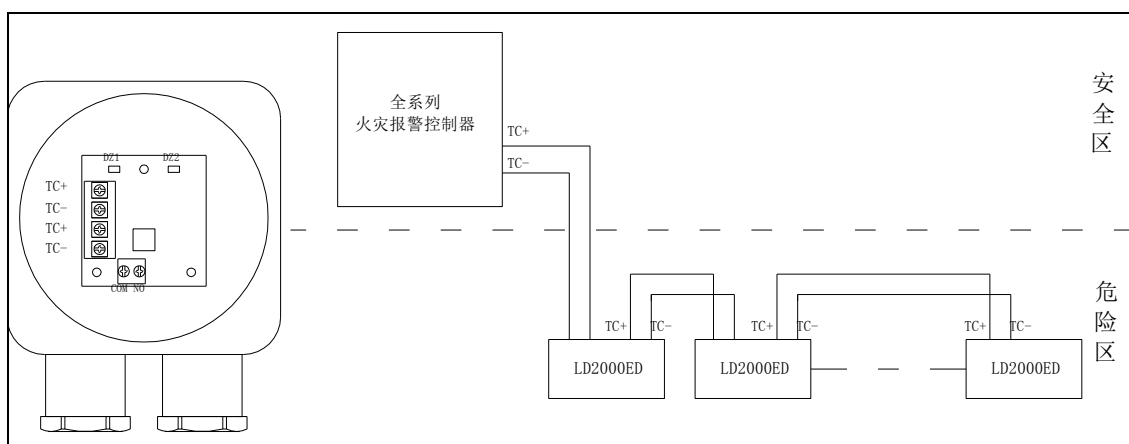

图 4-3 接线方式示意图
- 3) 将电缆从后壳的入线孔穿过，按照接线方式(如图 4-3)接好线，然后用合适的螺钉将底壳固定在墙面。